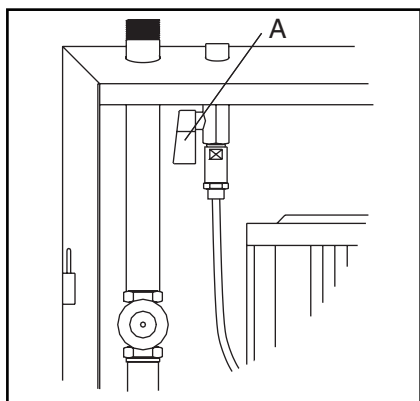

Fig. 11
2. Abra el suministro de aire colocado dentro de la estación principal (véase A, fig 11)
3. Cierre el suministro de aire (A, fig. 11).